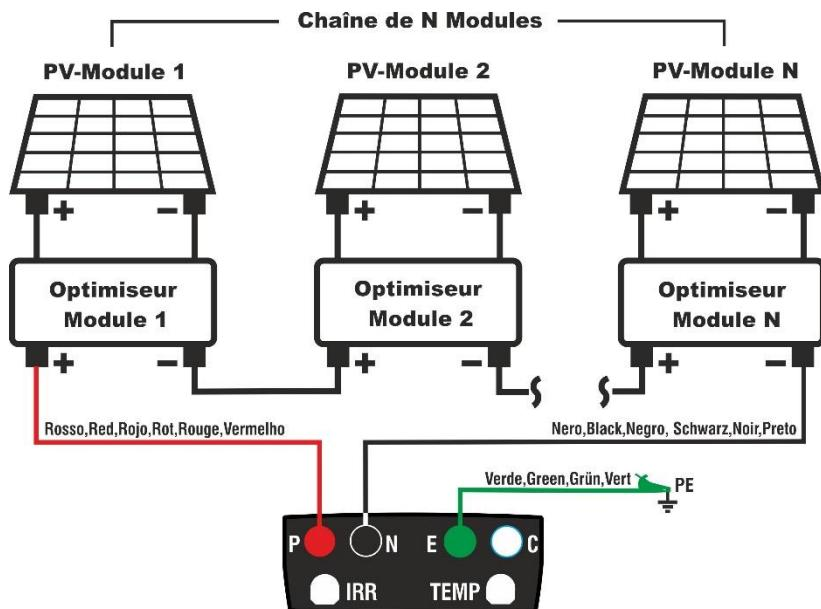

Fig. 10: Connexion de l'instrument pour la mesure d'isolation aux optimiseurs
- Connectez l'instrument à la sortie de la série d'optimiseurs associée à la chaîne testée, comme illustré sur la Fig. 10. Plus précisément, connectez la sortie Positive du **premier optimiseur** à la borne P, la sortie négative du **dernier optimiseur** à la borne N et la borne E à la masse principale du système